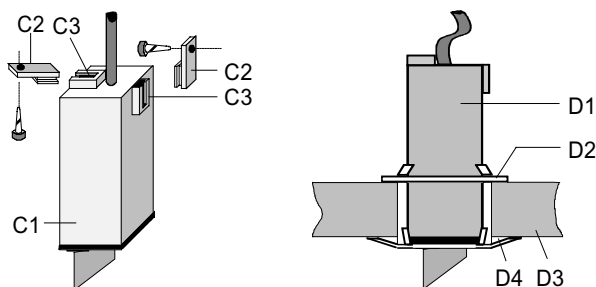

Bild 4: Montage des Empfängers
Montage und Verdrahtung des EmpfängersAllgemeine Beschreibung (Bild 4)
- Beim Helligkeitssensor GE 252 kann der Empfänger auch auf einem Montageträger befestigt werden (siehe Bild 4).